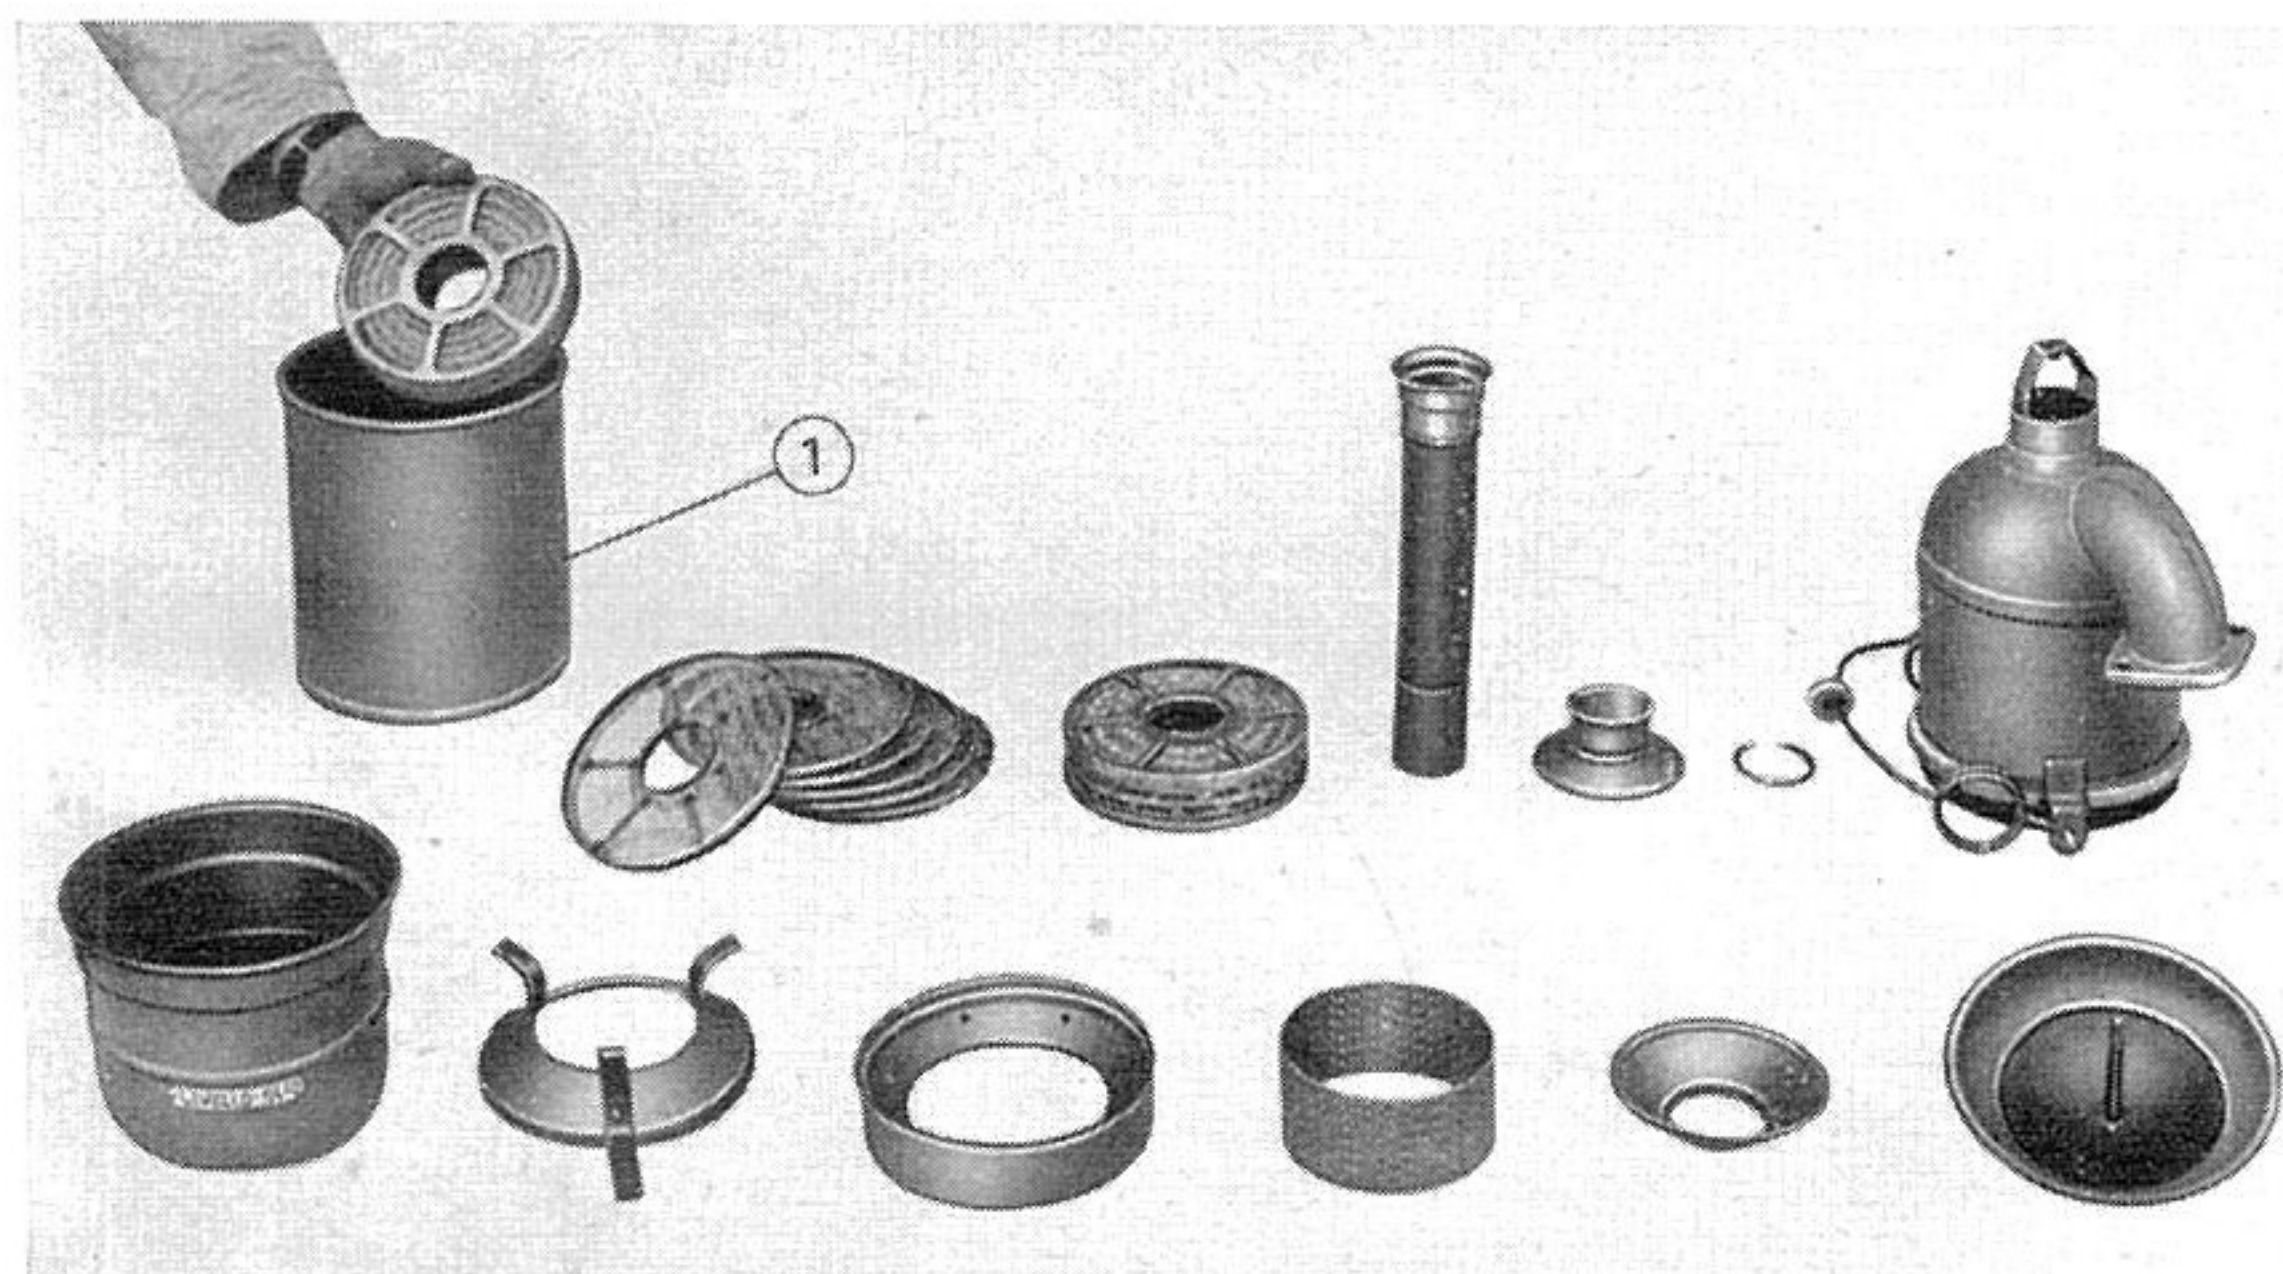

Fig. 23. - Filtre d'air à bain d'huile, désassemblé pour le nettoyage.
b) **Toutes les 80 heures de travail:** laver le filtre après l'avoir complètement désassemblé, comme montré fig. 23. Si l'on travaille dans un milieu non poussiéreux, le lavage peut être effectué toutes les 160 heures de travail.